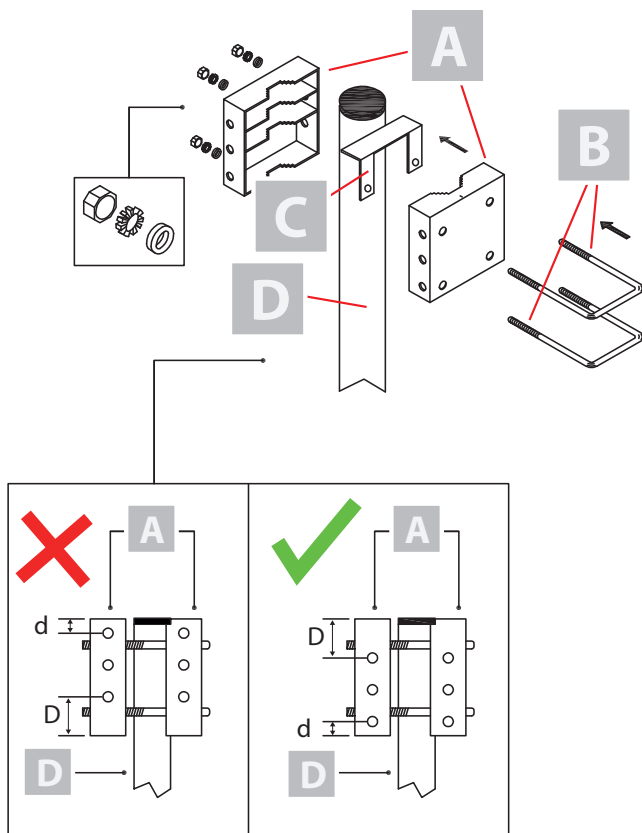

Bild 2: Mastschellen am Mast befestigen
1. Befestigen Sie die beiden Mastschellen [A] mit Hilfe der beiden Gewindebügel [B] und der mitgelieferten Muttern und Unterlegscheiben am Mast (siehe Bild 2, oben). Montieren Sie dabei zusätzlich den Abschlussbügel [C], so wie es im oberen Teil von Bild 2 zu sehen ist. Der Abschlussbügel sorgt dafür, dass der Reflektor nicht zu weit unten am Mast befestigt wird. Sitzt der Reflektor zu tief am Mast, lässt sich die Elevation nicht mehr in ausreichendem Maß einstellen.
HINWEIS: Achten Sie darauf, dass die Mastschellen so ausgerichtet sind, wie es in Bild 2 unten rechts zu sehen ist! Dies ist für die exakte Einstellung der Elevation erforderlich.